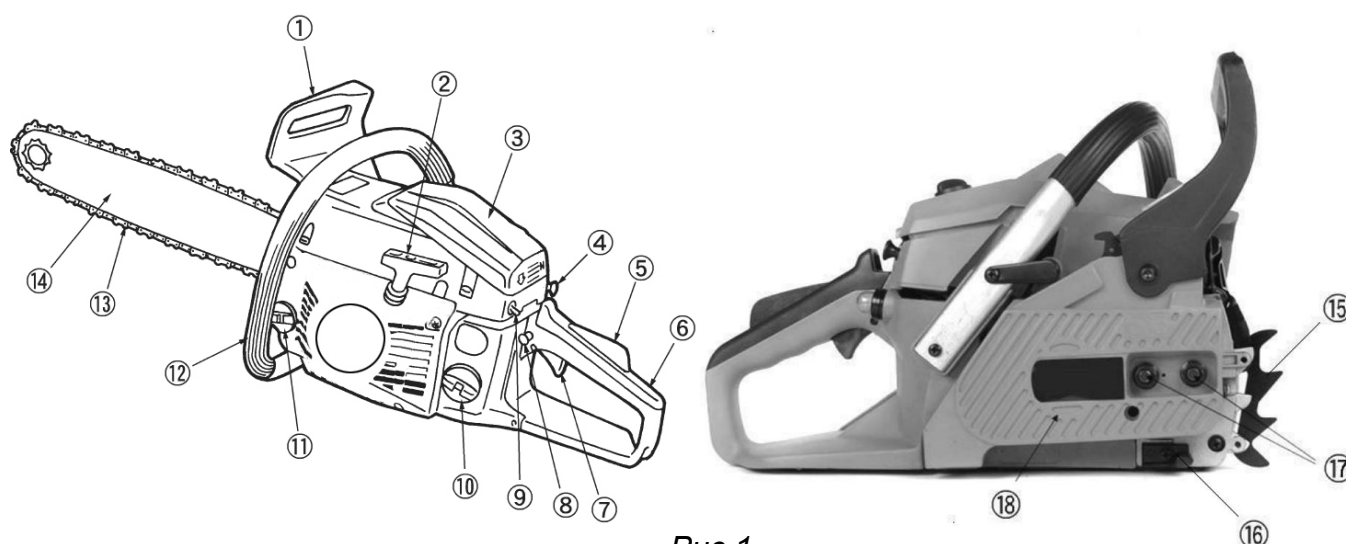

Рис. 1
Ручка тормоза цепи (1) (см. Рис.1)
Для безопасности, цепная пила оснащена тормозом цепи (1) (см. Рис.1). Тормоз цепи включается автоматически в случае резкого, сильного отскока, который вызывается прикосновением конца пилы к древесине во время работы. Тормоз цепи служит для блокировки пильной цепи перед стартом, и для ее моментальной остановки в экстренных случаях.
Выключатель зажигания двигателя (9) (см. Рис.1)
Рычаг блокировки газа (5) (см. Рис.1)
Предотвращает случайное включение двигателя (приведение пильной цепи в движение). Рычаг газа (7) не может быть нажат, если не нажат рычаг блокировки газа (5) (см. Рис.1).
Задняя ручка (6) (см. Рис.1)
Кнопка фиксации рычага газа (8) (см. Рис.1)
Пильная цепь, снижающая риск отскока (13) (см. Рис.1)
Зубчатый упор (15) (см. Рис.1)
Цепеуловитель (16) (см. Рис.1)